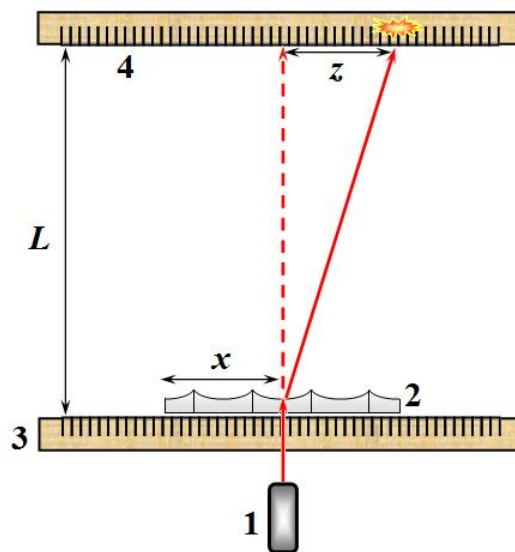

Рис. 2
Для проведения измерений соберите следующую установку (Рис. 2)
1.3 Запишите формулу зависимости отклонения луча на экране z (см. рис.2) от угла наклона φ .
2.3 Измерьте зависимость смещения луча z на экране от координаты точки его падения на пластинку x (см. рис.2). Измерения проведите по всей длине пластинки. Постройте график полученной зависимости.